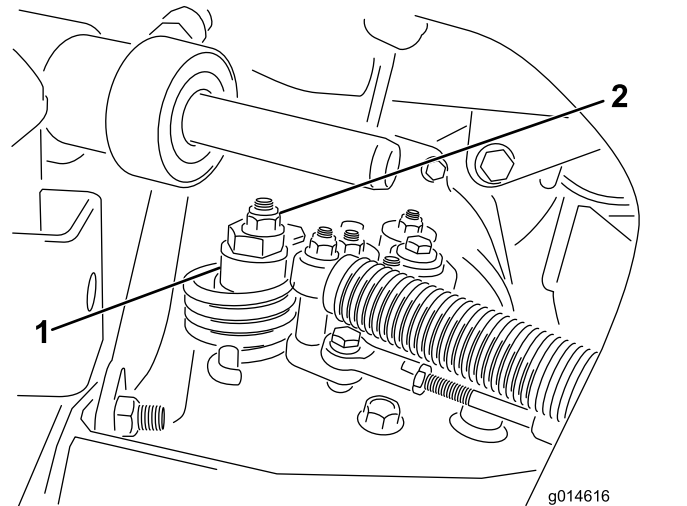

Figure 53
- A. Desserrez l'écrou de fixation de l'excentrique en haut de l'hydrostat (Figure 53).
- C. Tournez l'excentrique jusqu'à ce que la roue ne tourne plus dans aucune direction. Lorsque la route arrête de tourner, serrez l'écrou pour bloquer l'excentrique et le réglage (Figure 53). Vérifiez le réglage avec la commande d'accélérateur en position Bas régime, puis Haut régime.